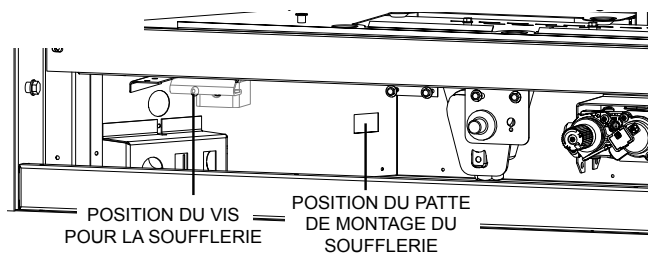

Fig. 1
6. Faites pivoter la soufflerie dans le bas de l'appareil. Assurez-vous que le joint d'étanchéité reste en place entre la soufflerie et l'appareil pendant que vous glissez-le soufflerie contre la côté gauche dans la patte du montage du soufflerie. Fixez en place utilisant une vis (**Fig. 1 and 2**).